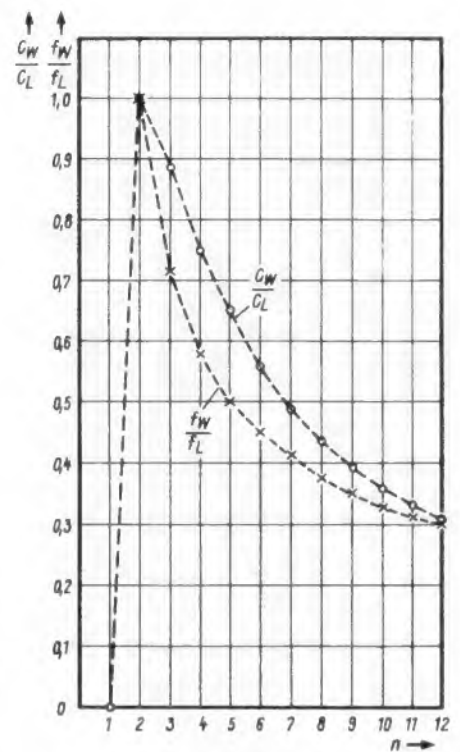

Bild 6. Das Diagramm demonstriert Kapazitätsverhalten und Frequenzverhalten in Abhängigkeit von der Lagenzahl  $n$
Bei grafischer Darstellung dieser Gleichung ergibt sich ein normiertes Kapazitätsverhalten, wie in Bild 6 wiedergegeben. Mittels der Beziehung (15) läßt sich auch die normierte Frequenz errechnen, deren Verlauf ebenfalls in das Diagramm eingezeichnet ist.
Die aus den Meßwerten konstruierten Verläufe von Eigenkapazität und Eigenfrequenz bestätigen für die u-gewickelten Lagenanordnungen, daß die Normierungen nach Bild 6 prinzipiell zutreffen. Beim Vergleich ist zu berücksichtigen, daß beim Meßobjekt die Eigenschaften der Primärspule, deren Schirm und die Kapazität zwischen Schirm und erster Sekundärlage hinzukommen. Folglich ist das typische Kapazitätsmaximum der Doppellage mehr oder weniger ausgeprägt. Bei der z-gewickelten Lagenanordnung zeigt sich kein Kapazitätsmaximum. Demnach gehorcht die Kapazität nicht den Beziehungen (13) und (14) und der entsprechenden grafischen Darstellung nach Bild 6. Der Kapazitätsanteil der Primärwicklung und des Schirms fällt hier verhältnismäßig hoch aus, so daß sich weitere Möglichkeiten anbieten, die Gesamtkapazität herabzudrücken.